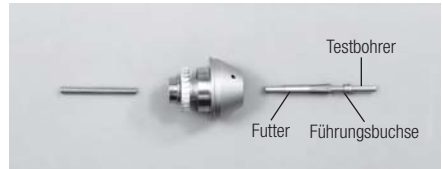

Abb. 19
- 3) Nach Abnahme der Rotorschaft-Mutter das Spannfutter vorsichtig mit dem Testbohrer oder dem Schaft des Bohrers von hinten herausdrücken. Die Führungsbuchse und das Spannfutter können herausgenommen werden (Abb. 19).